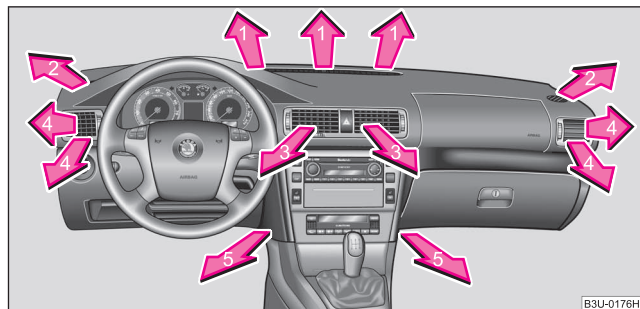
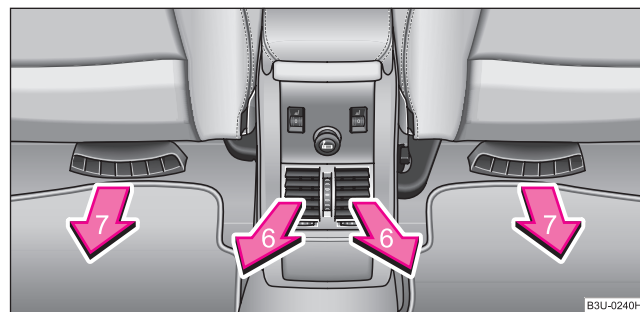

Fig. 111 Gurile de ventilație din față
Fig. 112 Gurile de ventilație din spate
- Îndreptați gurile de ventilație 3 și 4 ⇒ pagina 118, fig. 111 în sus.
Gurile de ventilație 3 și 4 ⇒ fig. 111 și 6 ⇒ fig. 112 pot fi reglate și fiecare separat.